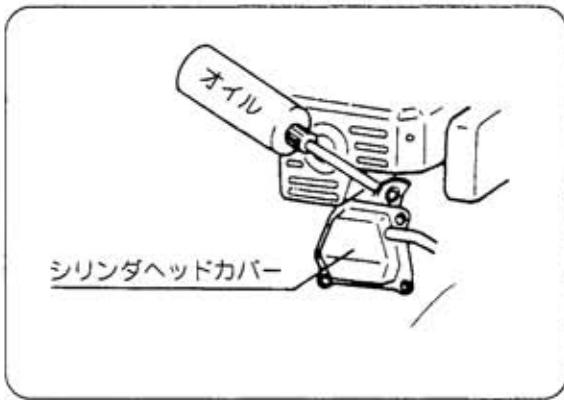

図57
- ② 点火プラグを外して、シリンダ内にエンジンオイルを2~3cc注入し、クランク軸を数回まわして点火プラグを取り付け圧縮のあるところで止めてから、保管してください。(図57)
- ③ 外面は油のしみた布で清掃してください。